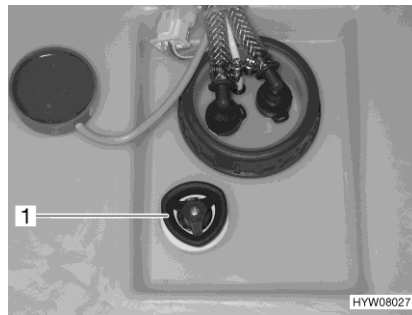

Fig. 128 Maniglia girevole (serbatoio dell'acqua)
- Sul serbatoio dell'acqua, ruotare la maniglia girevole (Fig. 128,1) in senso orario fino all'arresto.
- Sul serbatoio dell'acqua, ruotare la maniglia girevole (Fig. 128,1) in senso antiorario fino al primo fermo. L'acqua fuoriesce fino a ca. 20 litri.
- Sul serbatoio dell'acqua ruotare la maniglia girevole (Fig. 128,1) in senso antiorario, oltre la resistenza verso l'esterno fino all'arresto, per aprire completamente l'apertura di scarico.